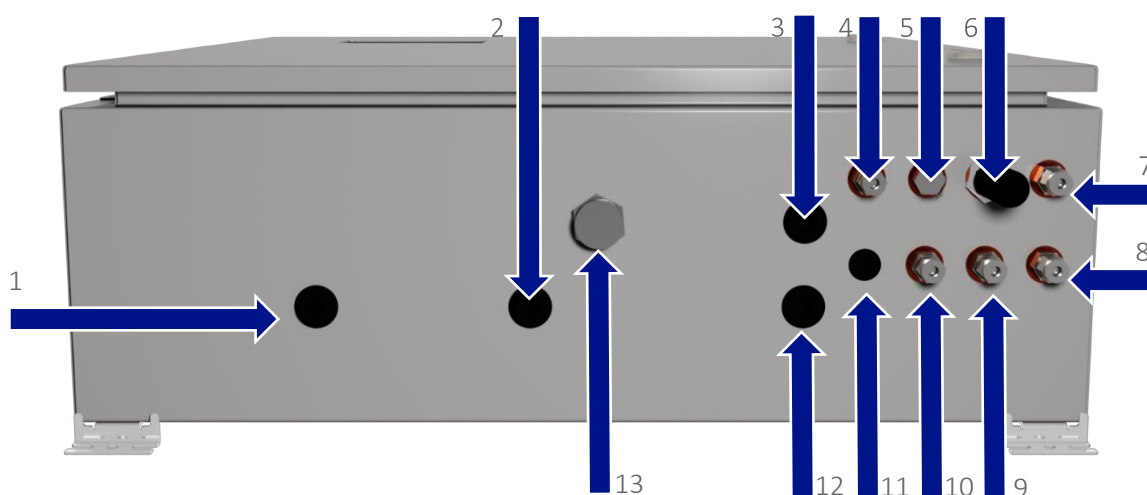
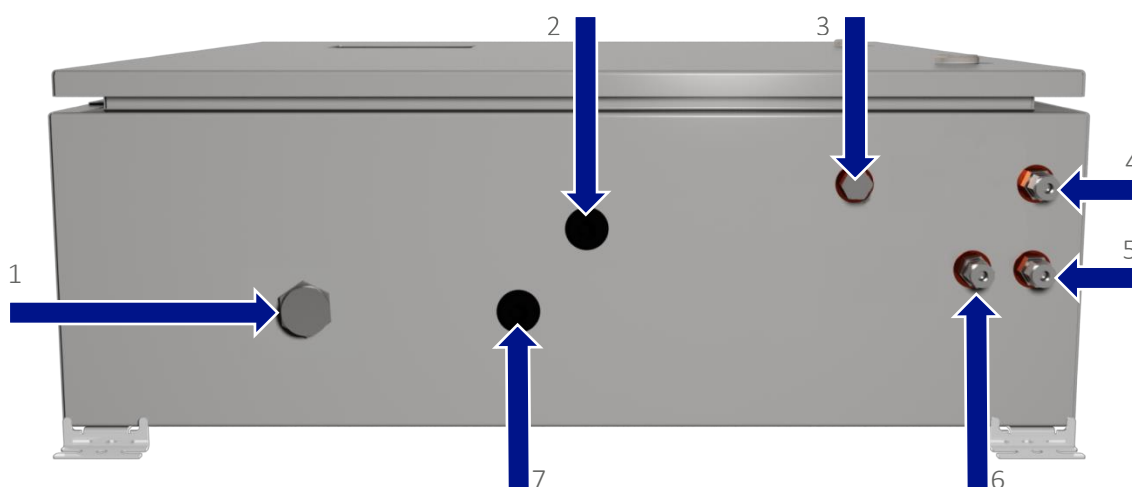

Figure 5 - Connexions client BIOMETHANE 3000
Figure 6 – Connexions client au système d'auto-étalonnage
- Raccords à compression - trouvés sur les cloisons sur la base du boîtier (voir les annotations 4, 5 et 7-11 sur la Figure 5 - Connexions client BIOMETHANE 3000 et l'annotation 4-6 sur la Figure 6 - Connexions client auto-étalonnage).
Un boîtier reniflard est monté sur le BIOMETHANE 3000 situé à la base du boîtier (voir l'annotation 13 sur la Figure 5 - Connexions client BIOMETHANE 3000). Il est de la responsabilité de l'utilisateur de garantir la libre circulation de l'air autour de l'armoire..
Deux respirateurs de boîtier sont montés sur le système d'auto-étalonnage, situés à la base du boîtier (voir l'annotation 1 sur la Figure 6 - Connexions client pour l'auto-étalonnage) et sur le côté droit du boîtier. Il est de la responsabilité de l'utilisateur de s'assurer qu'il y a une libre circulation de l'air autour de l'armoire.
L'installation nécessitera que l'opérateur connecte un câble d'alimentation, un câble de sortie, un câble de relais, un câble de transducteur de pression, un drain et des tuyaux de gaz à l'équipement. Figure 5 - Les connexions client BIOMETHANE 3000 identifient les points de connexion disponibles sur le BIOMETHANE:
- Le tube d'échantillon doit être connecté au connecteur de cloison étiqueté 'SAMPLE GAS 1' (Échantillon Gaz 1) - voir repère 4 sur la Figure 5 - Connexions client BIOMETHANE 3000.
- La conduite d'échappement de gaz doit être connectée au connecteur de cloison étiqueté 'PROCESS RETURN' (Point de Prélèvement)- voir annotation 7 sur la Figure 5 - Connexions client BIOMETHANE 3000.
- Le tube d'échantillon doit être raccordé au connecteur de cloison étiqueté 'AUTO-CAL IN' - voir le repère 10 sur la Figure 5 - Connexions client BIOMETHANE 3000.
Si l'air non contaminé ne peut pas être garanti à l'emplacement de l'analyseur, le filtre à particules doit être retiré et un tuyau doit être raccordé à sa place et se terminer à un point où de l'air non contaminé est présent. Le tube de prélèvement doit être raccordé au connecteur de cloison étiqueté «AIR IN» (Admission d'Air) – voir les repères 6 Figure 5 - Raccordements client au BIOMET3000.
- Le tube d'échantillonnage doit être raccordé au connecteur de cloison portant l'étiquette «VENT TO ATMOSPHERE» (Rejet vers l'Atmosphère) – voir le repère 9 Figure 5 - Connexions client au BIOMETHANE 3000.
- La conduite de vidange doit être raccordée au connecteur de cloison étiqueté «DRAIN» – voir le repère 8 de la Figure 5 - Connexions client au BIOMETHANE 3000.
- La conduite de gaz devra être acheminée du régulateur de la bouteille de gaz au système d'auto-étalonnage, connectée au connecteur de cloison étiqueté «CALIBRATION GAS IN»(Admission gaz d'étalonnage) - voir l'annotation 3 sur la Figure 6 - Auto-étalonnage des connexions client